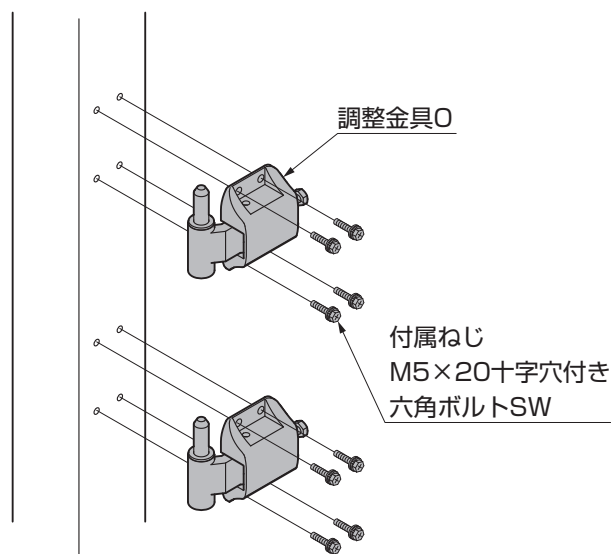

図15-4
- ②調整金具Oを付属ねじ「M5×20十字穴付き六角ボルトSW」で取付けてください。(図15-4参照)